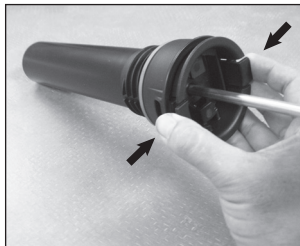

Figura 2
2. Para sacar la tapa de la bomba del cilindro de la bomba, presione las lengüetas en la tapa y separe del cilindro. (Vea la Figura 2)